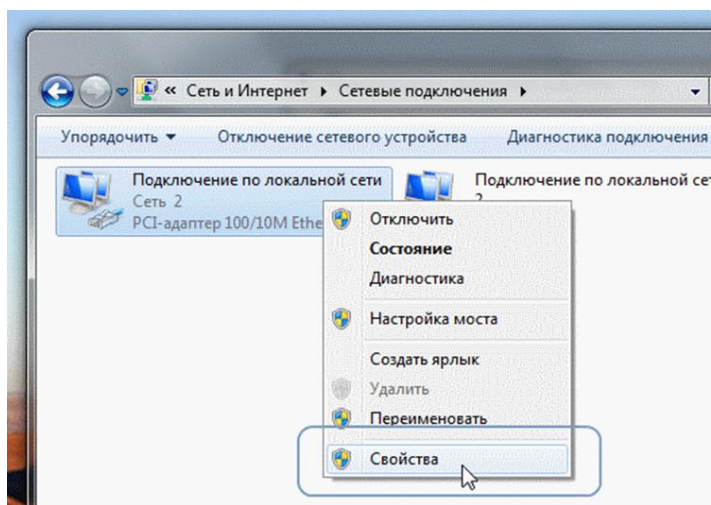

Рисунок 14.
- в) в окне «Сетевые подключения» выбрать значок «Подключение по локальной сети», нажать правую кнопку мыши и выбрать пункт «Свойства» (см. рисунок 14);